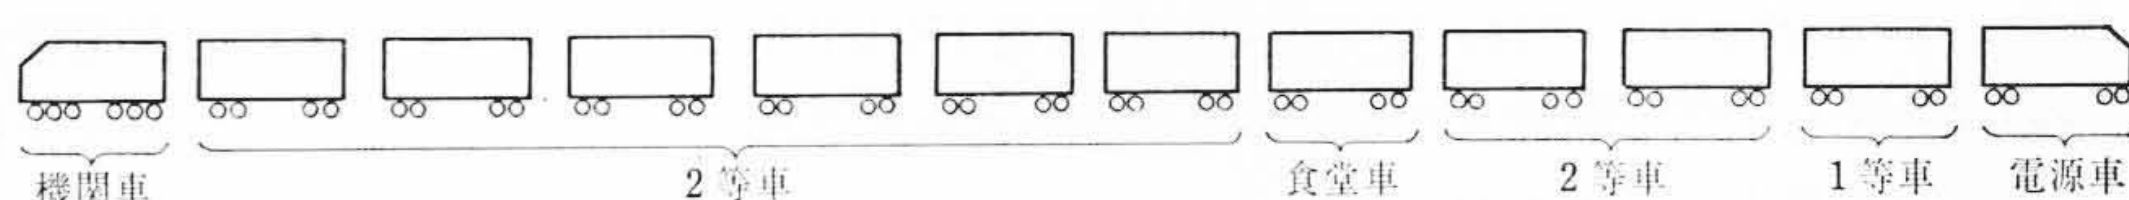

図3 基本編成順序
単線接続図例	図 3 参照
(12) 本編成列車の基本編成順序は図 3 のとおりである。